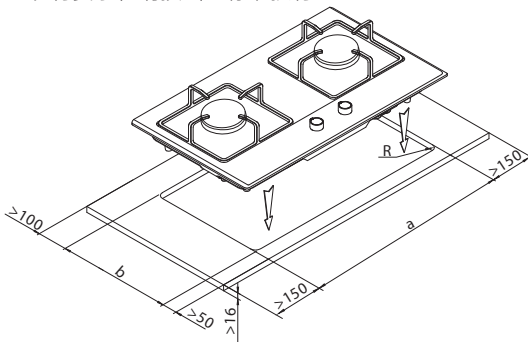

图1
- 灶面上方应留有1000 mm以上的空间。如安装吸油烟机，则按吸油烟机的安装要求预留此空间。在灶台面上开嵌装孔，请确保台面开孔与四周保持安全距离。（见图1）